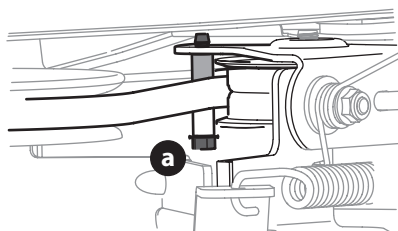

Figure 38
6. Retirez le porte-courroie (30" seulement) en retirant le boulon hexagonal (a) (Figure 38).